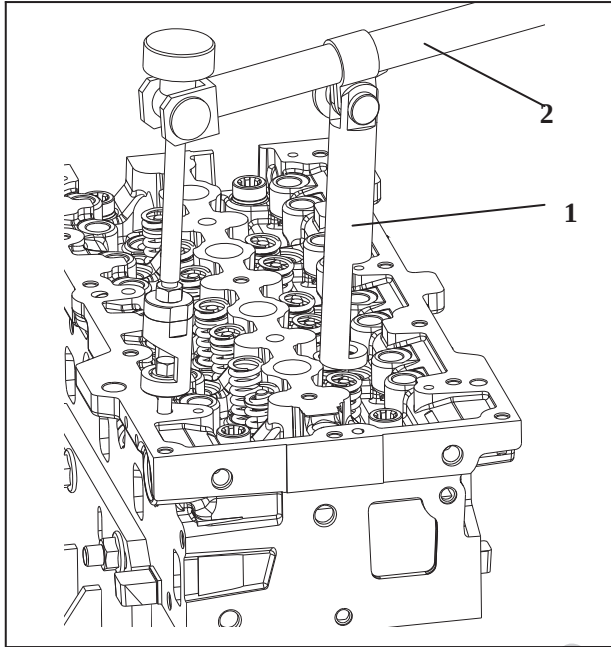
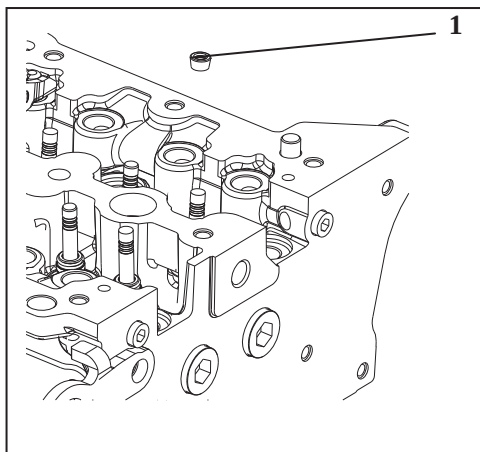

图 3-3
图 3-10
5、如图 3-3，将专用工装固定到气缸体后，用工装（1）头部顶到气门上弹簧座上，轻轻压缩手柄（2），依次拆卸气门锁夹，每组气门锁夹、气门上弹簧座、气门弹簧、进排气门定位放置，并做好复位标识，以便原位置复装。
如图 3-10 首先将进排气门从缸盖下端面正确装配到气缸盖上，如图 3-3 所示，装上专用工装（1）。在气门头部装配保护套，将气门油封转入到气门导管上。
如图 3-3，将气门下弹簧座、气门弹簧、气门上弹簧座 气门锁夹用工装装配到位，按拆卸后的液压挺柱和滚子摇臂按标识装配